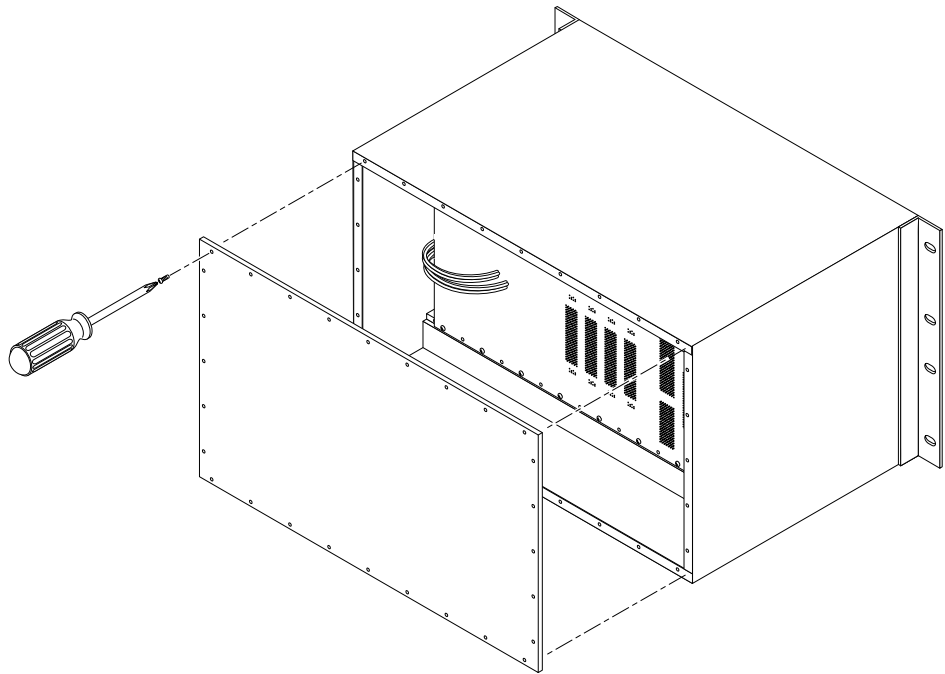

FIGURE 4-6 Remplacez le panneau arrière
6. Desserrez et retirez toutes les vis (12) fixant le panneau arrière au châssis, puis retirez le panneau arrière (FIGURE 4-6).